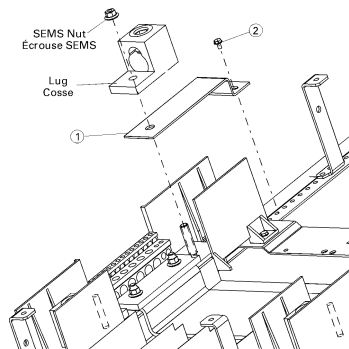

Figure 3. Installation of an old Pro-Stock neutral bonding strap kit, catalog number BNDKT6, into an Reliagear™ 400A or 600A lighting panelboard (detail).
Use the following procedure to install a Merchandise neutral bonding strap kit, catalog number BNDKT6, into an Reliagear™ 400 A or 600 A lighting panelboard, as illustrated in Figures 3, 4 & 6. Call-out numbers in Figures 3, 4 & 6 and numbers in brackets in the text refer to the Item Numbers in Table 2.
2. For old kit: Refer fig. 3 and 4. Remove the nut and neutral lug from the left side if the interior is top fed or from the right side if bottom fed. Place the bonding strap [1] over the neutral stud. Secure the other end to the interior rail with the #10-32 x 3/8 [2] screw supplied. Tighten the screw to 27–36 in-lb. Replace the lug on the stud, over the bonding strap. Secure with the KEPS nut removed earlier, tightened to 100–120 in-lb.
Figure 3. Installation d'un kit de courroie de fixation du neutre Pro-Stock, numéro de catalogue BNDKT6, dans un panneau d'éclairage Reliagear™ 400A ou 600A (détail).
Utiliser la procédure suivante pour installer un kit de courroie de fixation du neutre Merchandise, numéro de catalogue BNDKT6, dans un panneau d'éclairage Reliagear™ 400 A ou 600 A, tel qu'illustré aux Figures 3, 4 et 6. Les numéros indiqués aux Figures 3, 4 & 6 et les numéros entre parenthèses dans le texte réfèrent aux numéros des items à la Table 2.